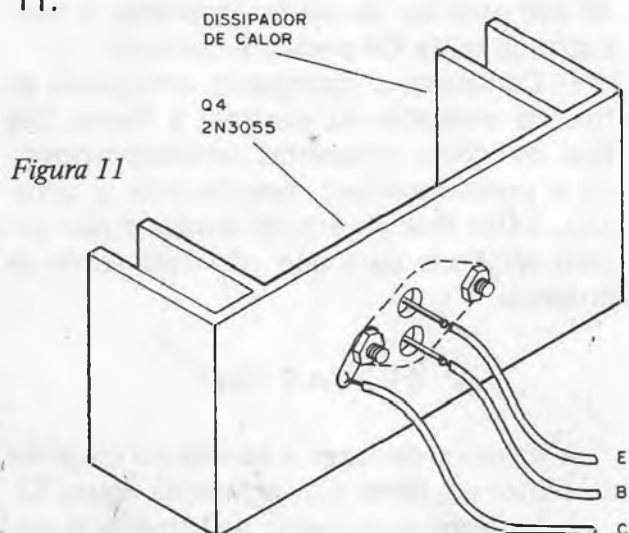

Figura 11
b) Depois, solde o transistor TIP41 que será usado se sua versão for usada com motores de até 600 mA de corrente máxima. Coloque o dissipador de calor que é uma chapinha de metal dobrada em forma de "U" e parafusada no transistor. Se usar o 2N3055, caso a corrente seja maior que 600 mA, a montagem é mostrada na figura 11.